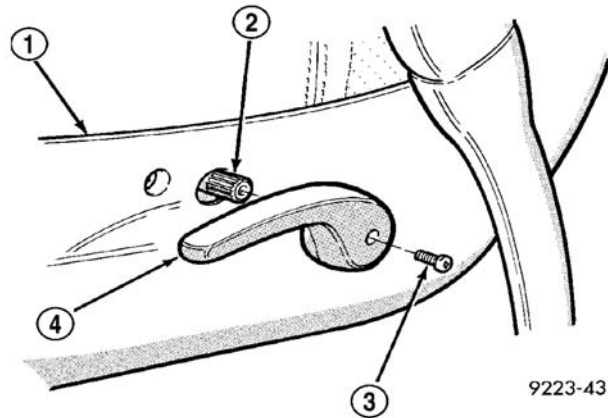

图 12 座椅靠背角度调整器手柄-手动
- (1) 拆卸将座椅靠背角度调整器手柄固定到花键轴的螺钉（图 12）。
- (2) 自花键轴拆开座椅靠背角度调整器手柄。
- (1) 将座椅靠背角度调整器手柄固定到花键轴上。
- (2) 安装将座椅靠背角度调整器手柄固定到座椅靠背角度调整器花键轴的螺钉（图 12）。